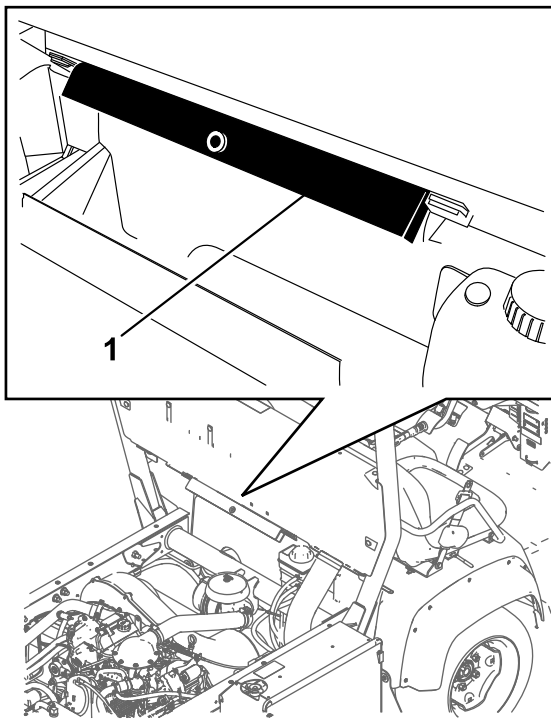

図 1
- B. ROPS パネルの後ろについている保管用ブラケットから荷台サポート安全サポートを取り外す 図 1。